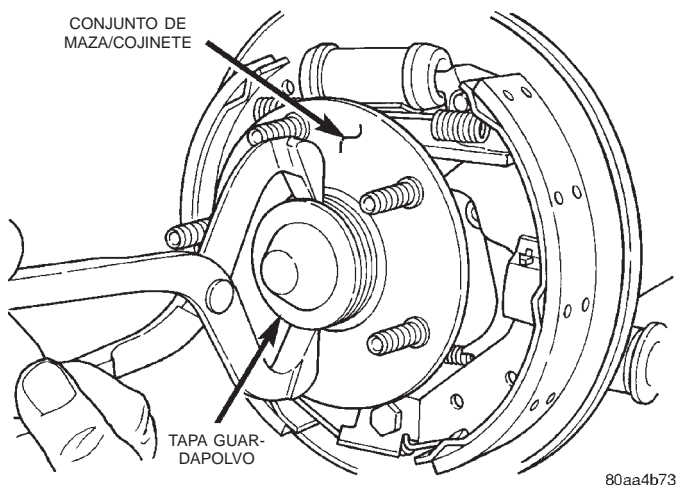

Fig. 100 Tapa guardapolvo del conjunto de maza/cojinete trasero
(4) Retire la tapa guardapolvo (Fig. 100) del conjunto de maza/cojinete trasero.